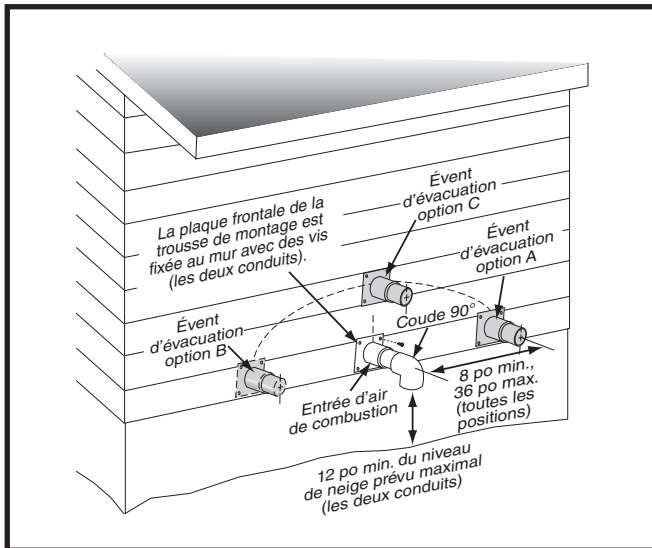
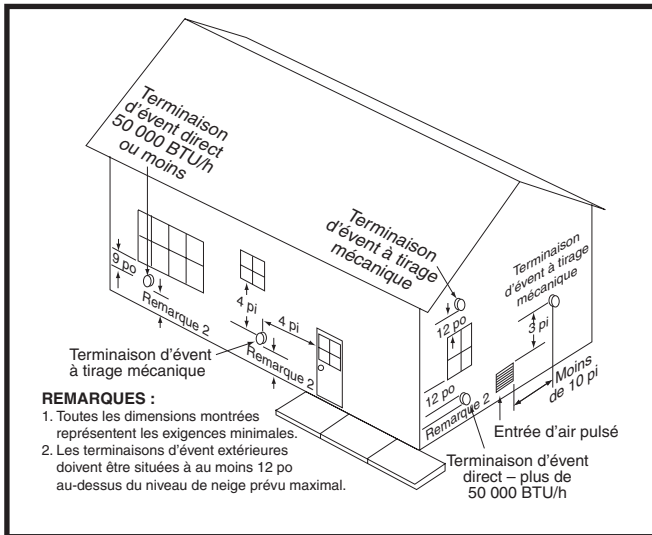
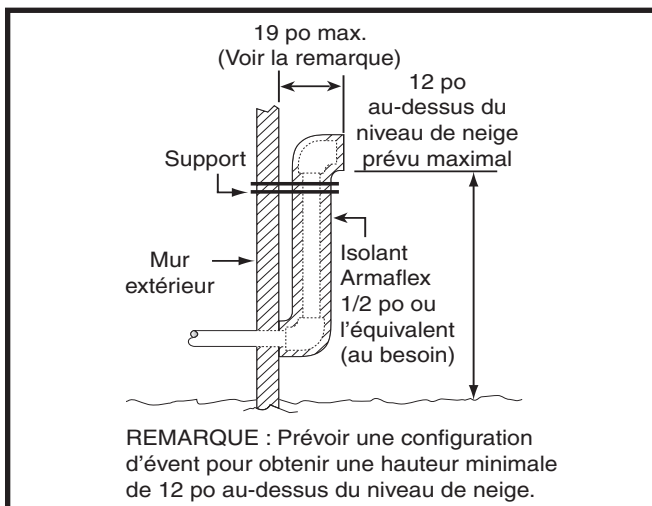
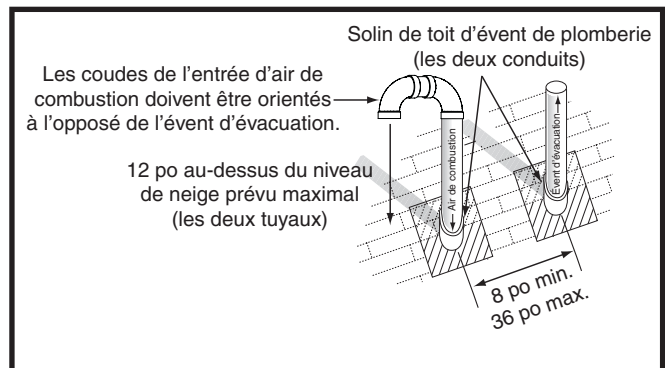

Figure 7. Dégagements du conduit d'admission et du conduit d'évacuation
Figure 8. Emplacements de l'évent
Figure 9. Autre installation d'un conduit d'évent horizontal
Figure 10. Terminaison d'évent vertical
- Si on utilise un système à évacuation directe (2 conduits), l'admission d'air de combustion et l'évacuation doivent être situées dans la même zone de pression atmosphérique. Cela signifie que les deux conduits doivent sortir du bâtiment par la même section de mur extérieur ou de toit, comme indiqué aux Figure 7, Figure 8, Figure 9, et Figure 10.
- Les terminaisons d'évent et d'admission d'air de combustion doivent être installées comme indiqué aux Figure 7 et Figure 8, et conformément à ces directives :
- Tous les dégagements minimaux doivent être maintenus pour protéger les matériaux du bâtiment contre la dégradation causée par les gaz de combustion. Consulter la Figure 7.
- Lorsque le conduit d'évent doit sortir par un mur extérieur à proximité du niveau du sol ou du niveau de neige prévu et qu'il n'est pas possible d'obtenir les dégagements indiqués à la Figure 7 \(page 12\), il est possible d'utiliser une conduite montante, comme indiqué à la Figure 9. Il faut utiliser de l'isolant pour éviter le gel de cette section de conduit. Consulter le Tableau 2 \(page 13\) pour la protection contre le gel de l'évent.
Les exigences relatives à l'espacement des terminaisons entre le toit et entre chaque terminaison sont indiquées à la Figure 10. L'endroit où le conduit traverse le toit doit être doté d'un solin approprié et étanche; on peut utiliser un chaperon de toit ou un solin équivalent. La tuyauterie d'évent et la tuyauterie d'air de combustion peuvent être installées dans une cheminée existante non utilisée, à condition que :
- les dégagements de terminaison indiqués à la Figure 10 soient maintenus;